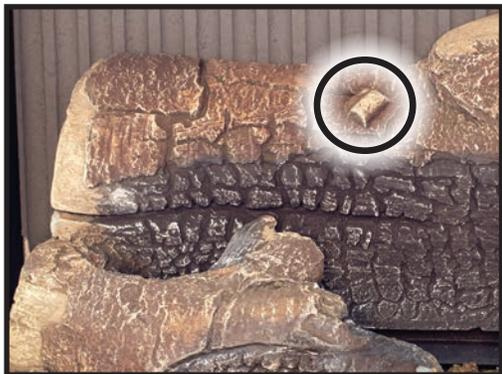
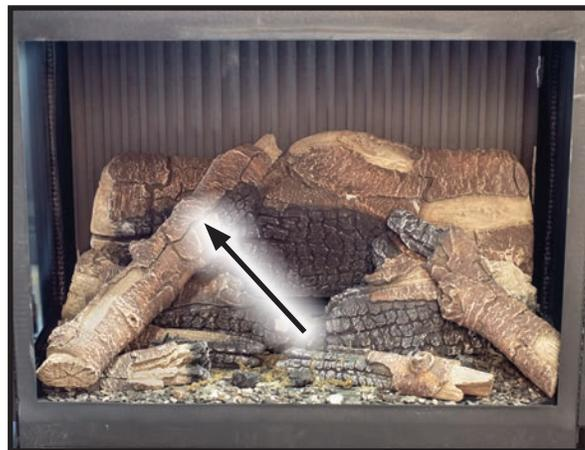

Figure 52: Log #8 épingle
Figure 53: Log #7 Placement
7. Enfin, alignez la bûche n° 7 avec la goupille de la bûche n° 8 (Figure 52) et posez le bas à un angle sur le dessus de la bûche n° 1 (Figure 53).